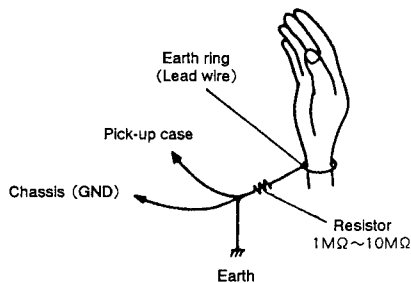

Fig. 3-2
- ピックアップASSYを取り扱う場合は、測定器などに確実なアースを取ると共に、人体アースを行ない、静電破壊を十分防止してください。(Fig. 3-2)